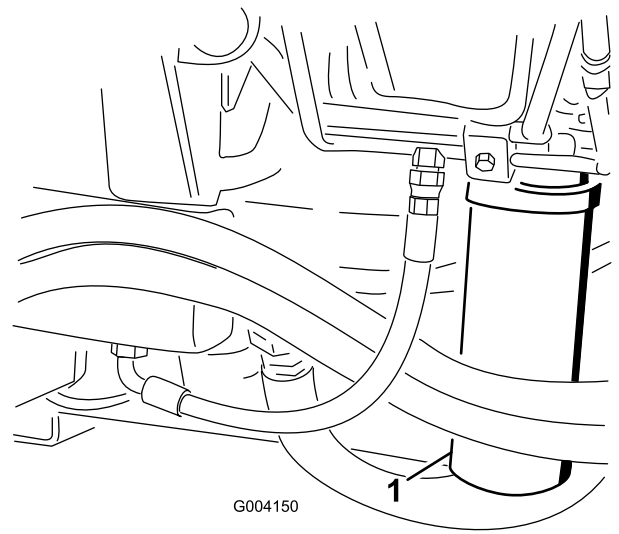
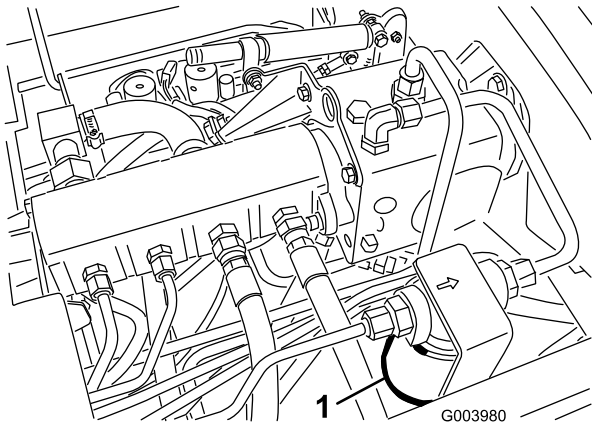

图62
图61
2. 清洁过滤器安装区域的周围，并在过滤器下面放置一个放油盘（图61）和（图62）。